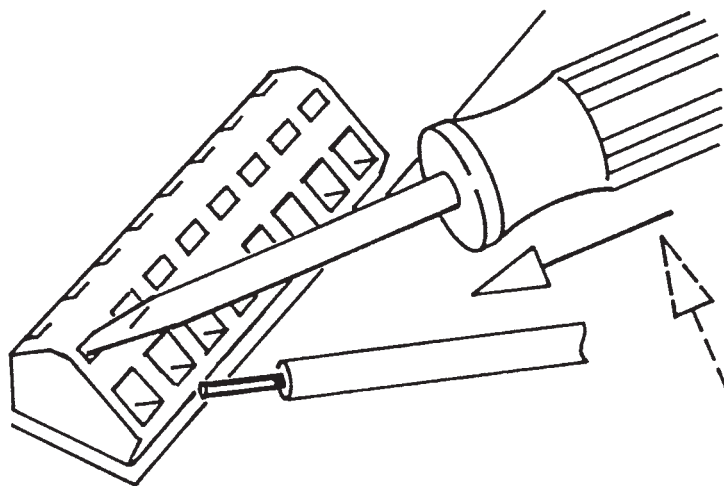

Fig. 4
- Указание для работы с безвинтовыми клеммами: рис. 4 показывает, как надо раскрывать клеммы с помощью отвертки. К каждому контакту может быть подсоединен только один провод.